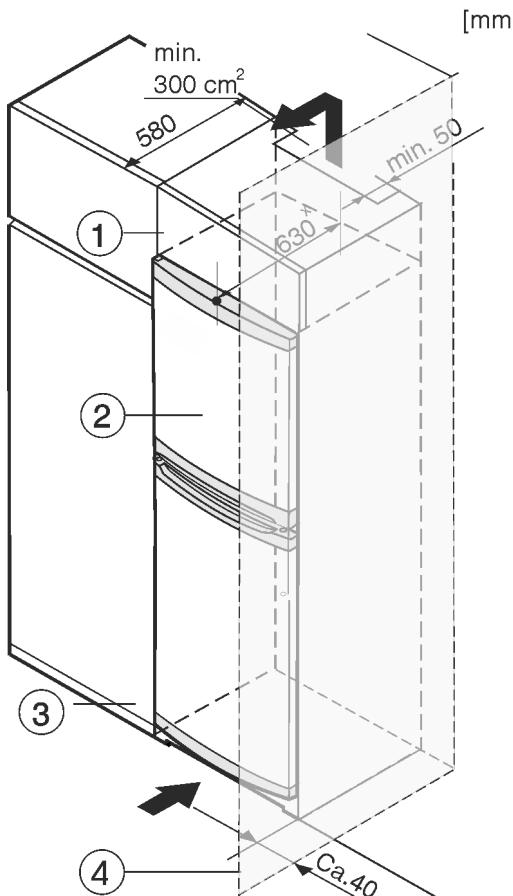

Fig. 8
Zariadenie môže byť zabudované medzi kuchynskými skriňami. Aby sa zariadenie Fig. 8 (2) prispôsobilo výške kuchynskej linky, môže sa nad zariadením umiestniť nadstavná skrinka Fig. 8 (1).
Pri vstavaní s kuchynskými skriňami (hlbka max. 580 mm) je možné zariadenie inštalovať priamo vedľa kuchynskej skrine Fig. 8 (3). Zariadenie vyčnieva nabok 34 mm × a v strede zariadenia 50 mm × oproti prednej časti kuchynskej skrine.
Ak je zariadenie umiestnené so zavesením vedľa steny Fig. 8 (4), vzdialenosť medzi zariadením a stenou musí byť minimálne 40 mm. To zodpovedá presahu držadla pri otvorených dverách.